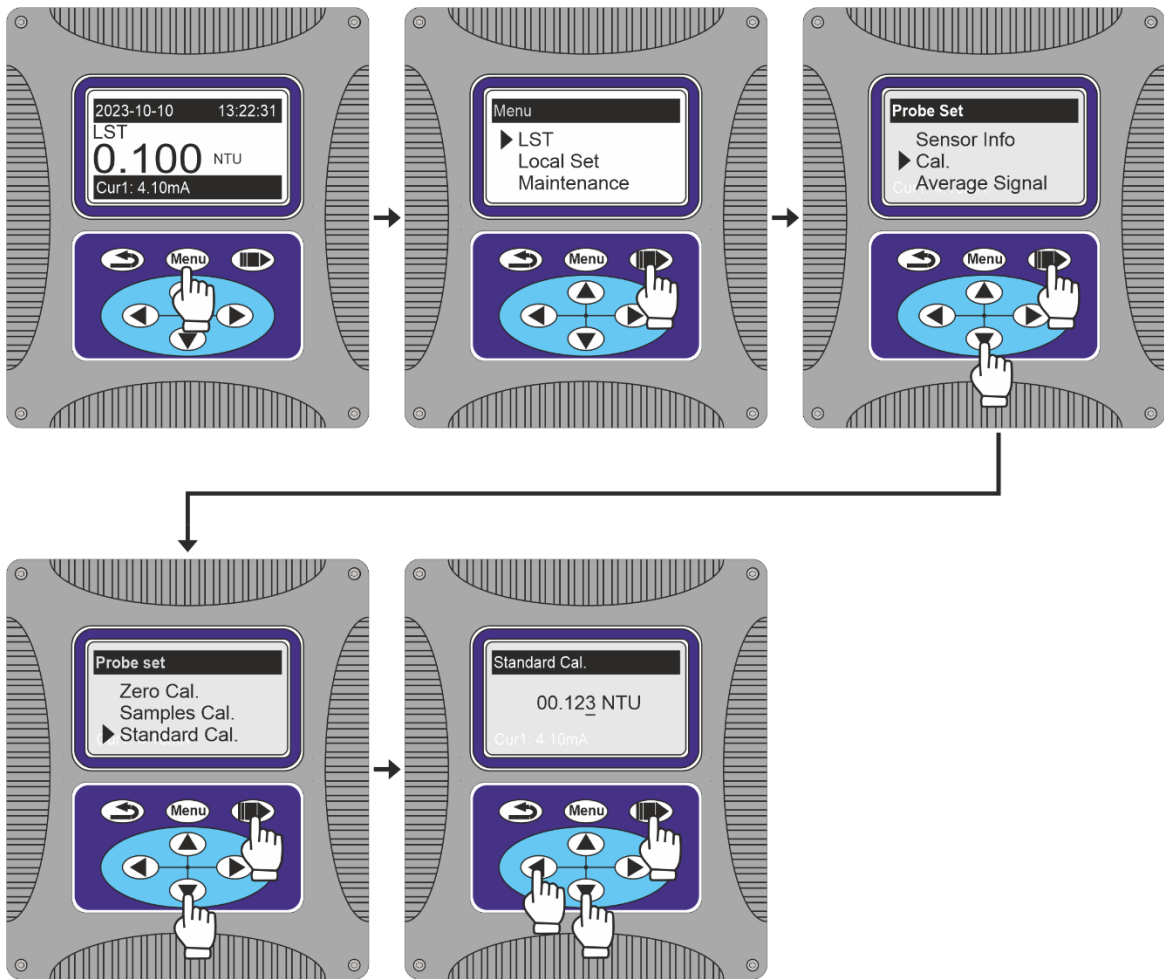

Figura 5.3 Pasos para la calibración en un punto de turbidez conocida
- iv) En el momento en el que el computador indique una medida estable en el tiempo, se siguen los pasos narrados a continuación y esquematizados en la figura 5.3.